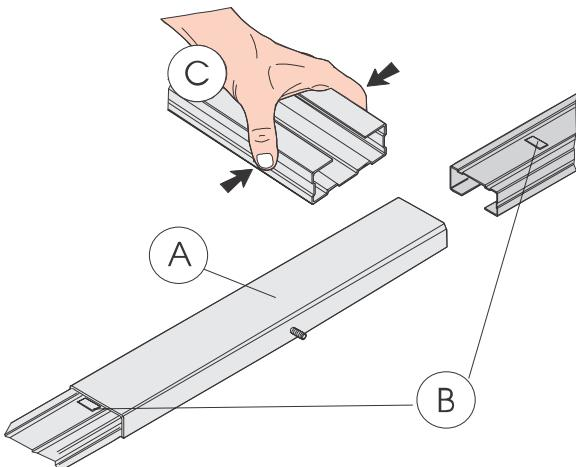

Fig. 6
- Assemblare i due pezzi della guida di scorrimento inserendoli nel giunto centrale (Fig. 6 rif. A) fino a portare in battuta i rilevi metallici di riferimento (Fig. 6 rif. B). Per facilitare l'innesto della guida di scorrimento si consiglia di inserirla nel giunto centrale comprimendola come indicato in Fig. 6 rif. C. Non utilizzare utensili che potrebbero deformare la guida od il giunto.